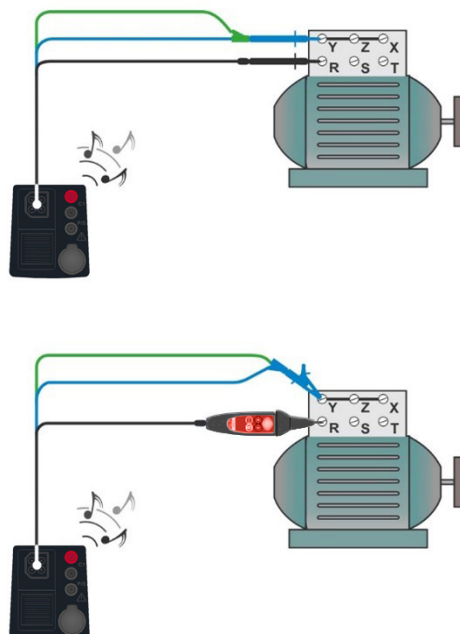

Abbildung 7.20: Anschluss der 3-Leiter-Prüfleitung und der optionalen Commander-Prüfspitze (044155)
- › Schließen Sie die Prüfleitungen am Prüfobjekt an, siehe **Abbildung 7.20**.